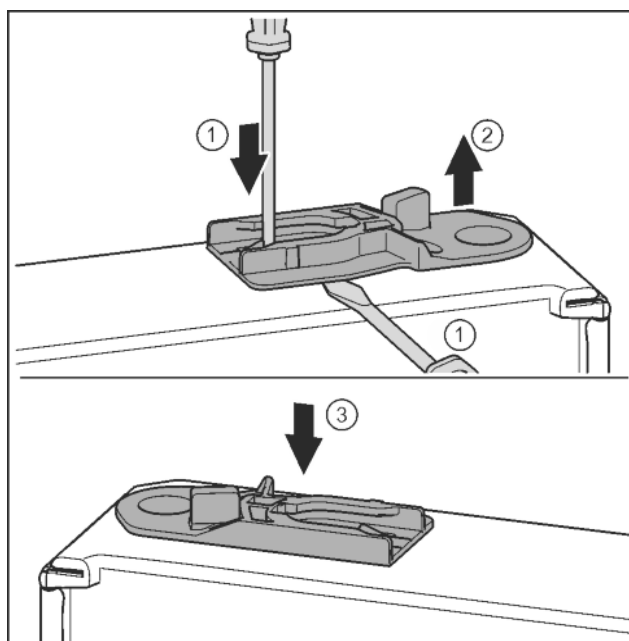

Fig. 32
- ▶ Витягніть направляюче гніздо: Натисніть шліцевою викруткою накладку і одночасно підведіть її під направляюче гніздо. *Fig. 32 (1, 2)*
- ▶ Направляюче гніздо, що входить до складу поставки, вставити з іншого боку корпуса. *Fig. 32 (3)*